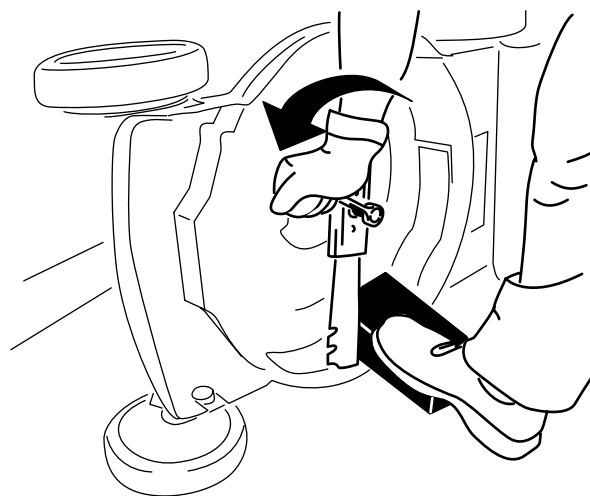

Figure 29
3. Immobilisez la lame avec un morceau de bois (Figure 29).
4. Déposez la lame mais conservez les fixations (Figure 29).